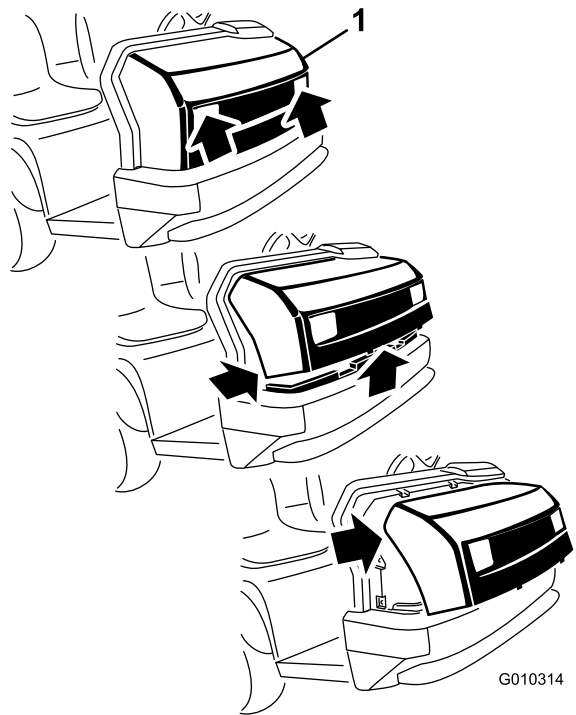

Bild 39
1. Fassen Sie die Motorhaube in den Scheinwerferöffnungen an und heben sie an, um die unteren Befestigungsnasen aus den Rahmenschlitz zu heben (**Bild 39**).
2. Drehen Sie die Unterseite der Motorhaube nach oben, bis Sie die oberen Befestigungsnasen aus den Rahmenschlitz ziehen können (**Bild 39**).
3. Drehen Sie die Oberseite der Motorhaube nach vorne und ziehen Sie die Kabelanschlüsse von den Scheinwerfern ab (**Bild 39**).